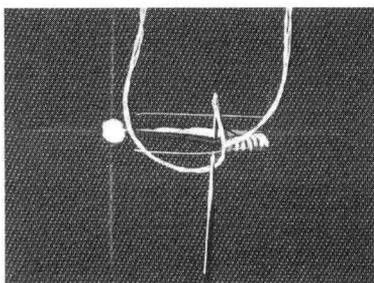
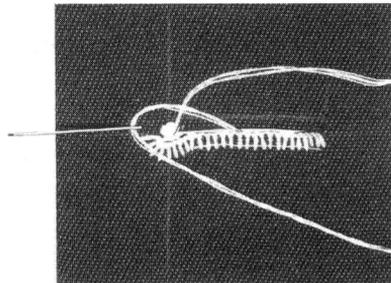
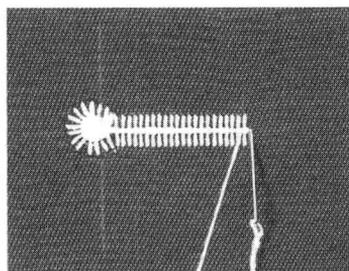

图 1-24
图 1-25
图 1-26
(3) 锁眼：锁眼时，左手的食、拇指捏牢扣眼左边，食指在扣眼居中处把扣眼撑开；从扣眼尾部下针，线头藏在夹层中间，然后针从底下向衬托线旁戳出；接着把针尾后面的线朝左下方套住针尖的下面，锁线抽拉松紧适宜；按同样方法用针密锁，循序锁完，如图1-24所示。锁至圆头扣眼时，每次戳针与抽拉线必须对准圆心，拉线的用力要均匀，倾斜度要一致，使圆头整齐、美观，如图1-25所示。扣眼锁至尾端时，把针穿过左边第一针锁线圈内，在左边衬托线旁戳出，使尾端锁线连接，并且在尾端缝两行封线，最后从扣眼中间空隙处穿出，再戳向反面打结，并将线结抽入夹层内，将线剪断，如图1-26、1-27、1-28所示。